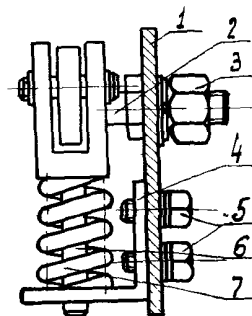

Рис.17. Пружинный демпфер привода:
10.9. Вывинтить болты 5, снять кронштейн 4 и пружину 7 (рис.17) пружинного буфера 13 (см.рис.13).
10.11. Свинтить гайку 3 (см.рис.17) и, подавая вал вправо, снять буфер 2.